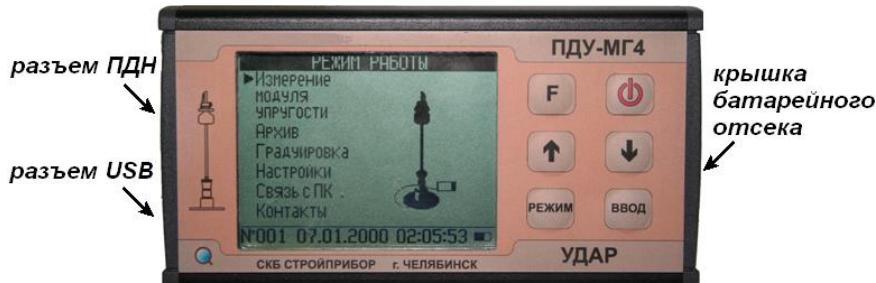

Рисунок 1.5 – Внешний вид электронного блока
1.4.3 На лицевой панели электронного блока размещен ЖК дисплей и клавиатура, состоящая из шести кнопок (рисунок 1.5).